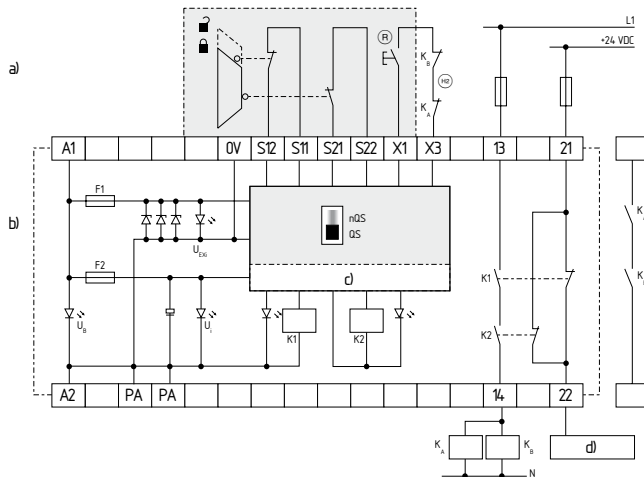

Abb. 6
Zweikanalige Ansteuerung, dargestellt am Beispiel einer Schutz-türüberwachung mit zwei Positionsschaltern, davon ein Kontakt zwangsöffnend; mit externem Reset-Taster (R) (siehe Abb. 6)
- (R) = Rückführkreis